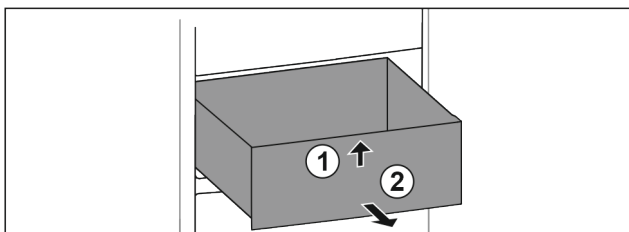

Fig. 27
- Predal spredaj dvignite. Fig. 27 (1)
- Predal vzemite ven v smeri naprej. Fig. 27 (2)